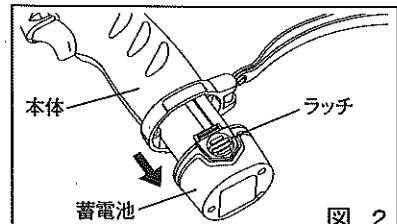

図 2
①蓄電池のラッチ部を押しながら蓄電池を本体から取り外します。(図2)